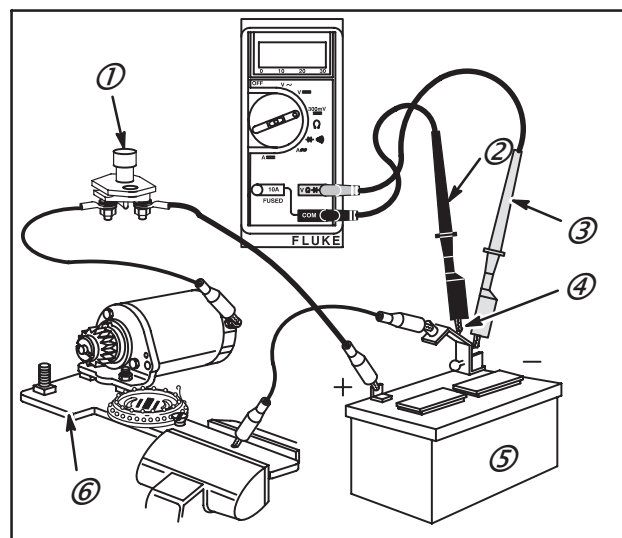

Fig. 28
2. Brancher le démarreur, la batterie et le contrôleur comme indiqué à la Fig. 28.